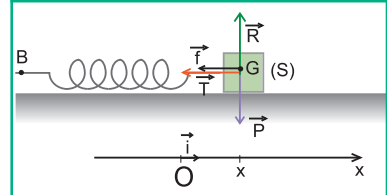

Fig.8 : Forces extérieures au palet (S)
On choisit comme repère galiléen, le repère  $(O, \vec{i})$  lié au laboratoire (fig.8),  $\vec{i}$  étant le vecteur unitaire de l'axe du ressort et la position de repos  $O$  du centre d'inertie  $G$  de  $(S)$  étant son origine.
Dans les expériences réalisées précédemment, le palet (S) est soumis aux forces extérieures suivantes (Fig.8) :